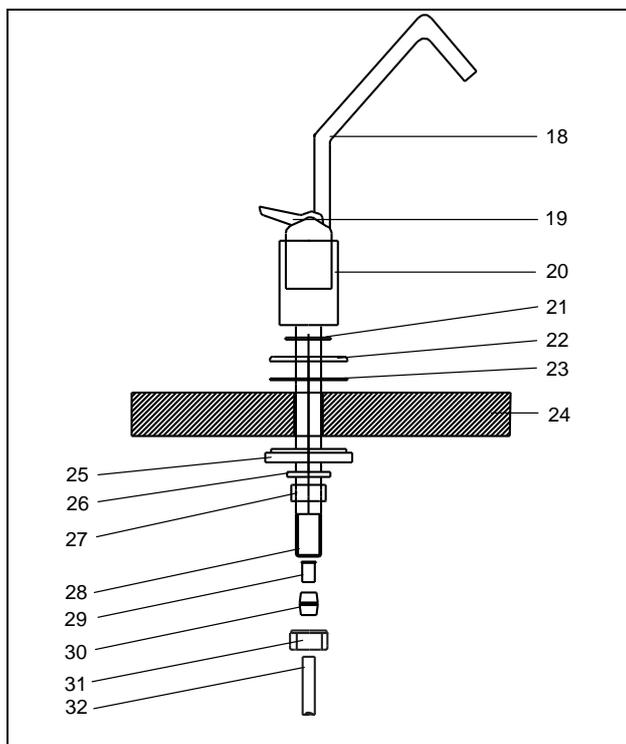

Abb. 2: Installation des Entnahmehahnes
Die Montage des Entnahmehahnes erfolgt gemäß Abb. 2 in folgenden Schritten:
- Bringen Sie die Halterungsscheibe (25), die Zahnscheibe (26) und die Mutter (27) nach Abb. 2 an.
- Schrauben Sie die Versteifungshülse (29), den Quetschring (30) mit der Überwurfmutter (31) lose auf den Gewindeanschluss (28), schieben Sie den Anschlusschlauch (32) ein und ziehen Sie die Überwurfmutter fest.